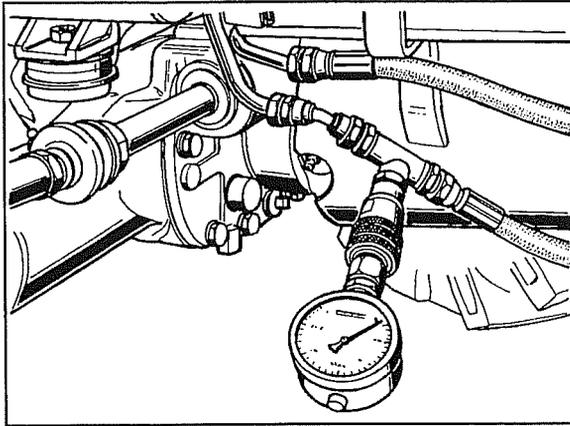

Abb. 56
1. Das Manometer an eine der beiden Leitungen anschließen, die Öl zum Zylinder fördern, wie in Abbildung 56 gezeigt.